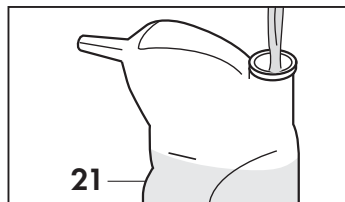

Fig. 6
Remplir la bouteille (21) avec de l'eau déminéralisée ou de l'eau du robinet **(Fig. 6)**.